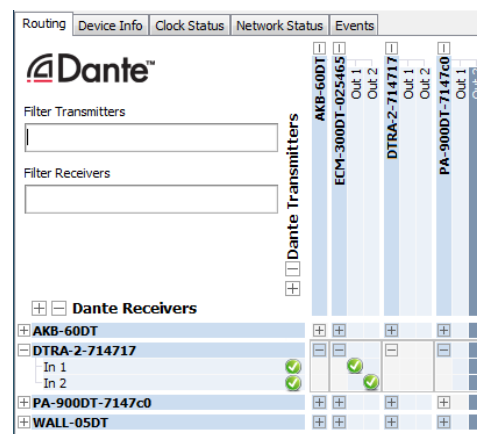

Fig. 4 Routing dal ECM-300DT al DTRA-2
- 1) Nella finestra "Network View", alla voce "Routing" aprire sotto la voce "Dante Transmitters" i canali dell'apparecchio desiderato nonché, cliccando su , sotto la voce "Dante Receivers" i canali del partner desiderato del collegamento (Fig. 4).